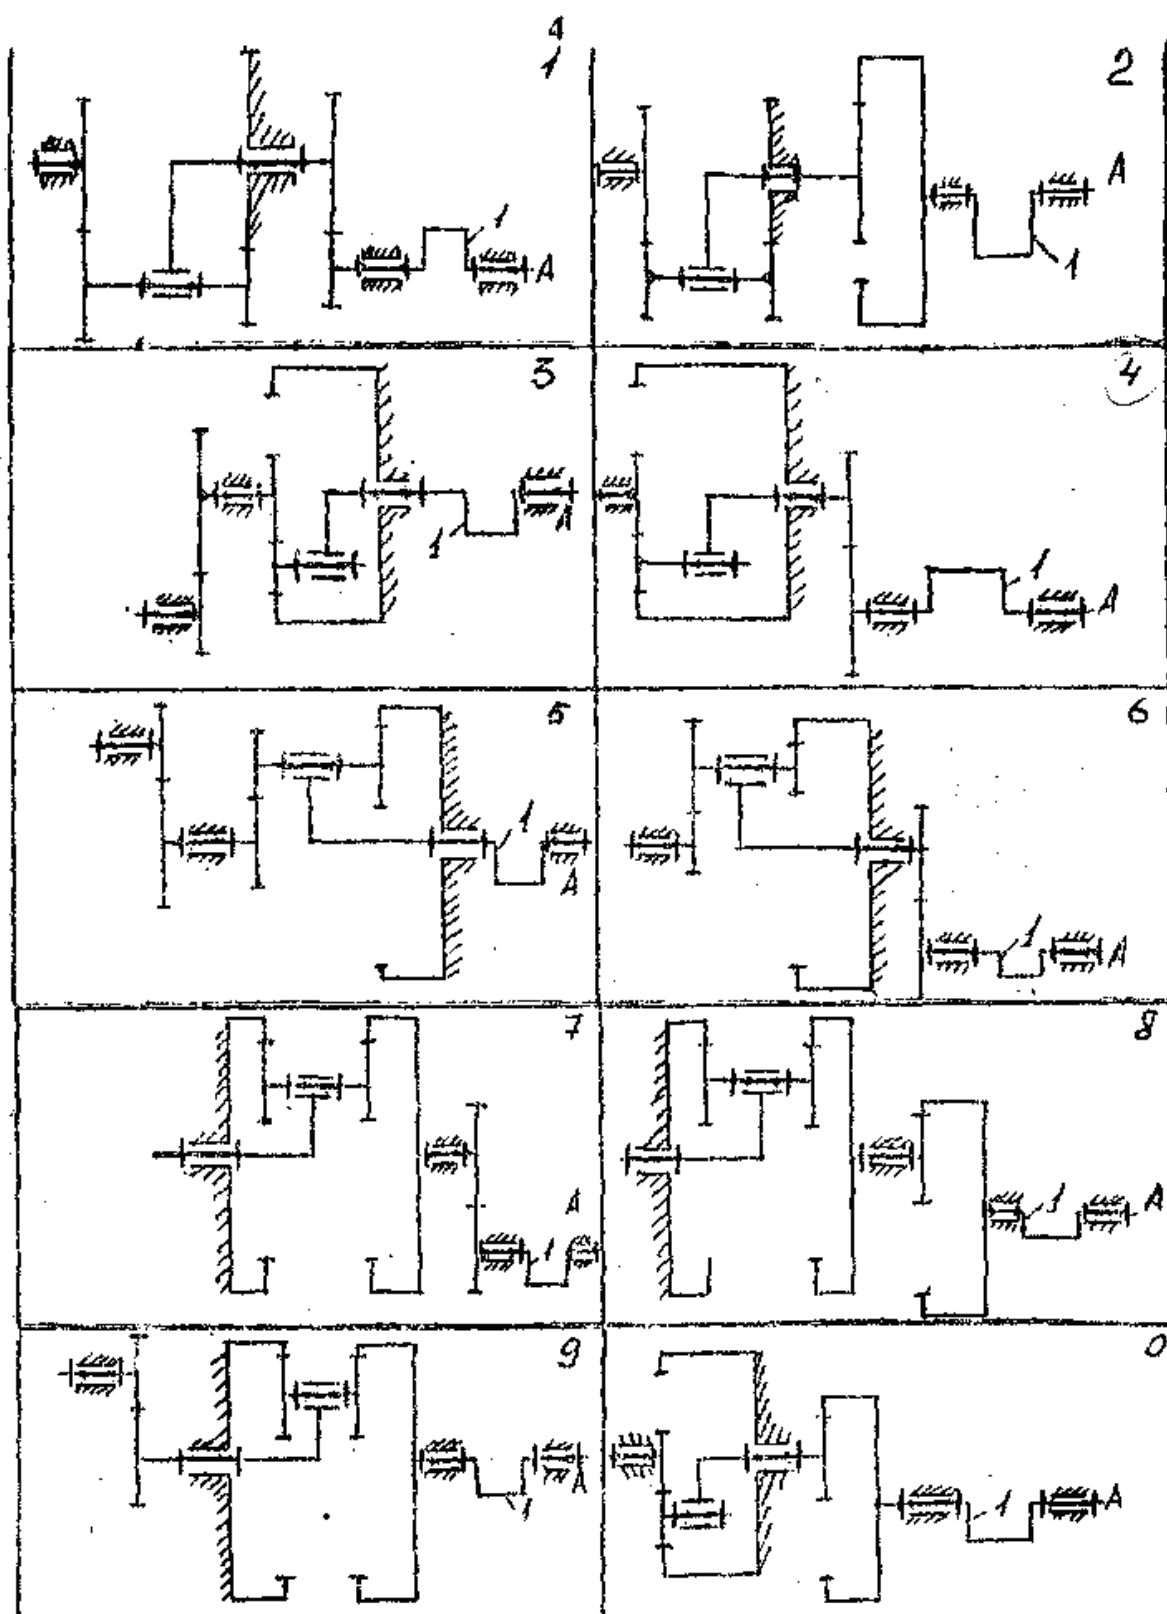

Рис.2 Схемы зубчатых передаточных механизмов (1- кривошип рабочей машины)
- 2 – передаточный зубчатый механизм (схему см.рис.2),